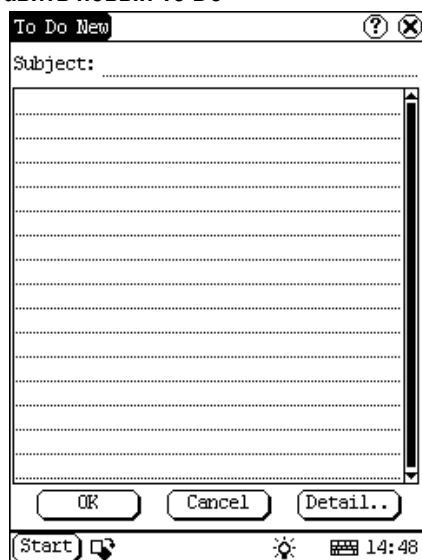

Рисунок 4-24
- 1) В интерфейсе To Do нажмите кнопку [New], чтобы открыть новый интерфейс To Do. См. рисунок 4-24.